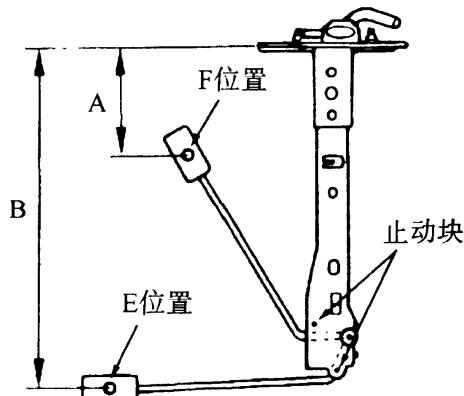

图 20-35
拨动浮子，检查浮子支臂止动时，其位置是否在 F 位置 (A) 及 E 位置 (B) 的高度上（见图 20-35）。